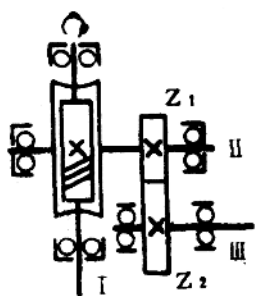

图 7
12. 已知蜗杆轴旋向, 问齿轮 Z_1 的旋向、I轴受轴向力的方向(图7)各向何方? 根据什么?